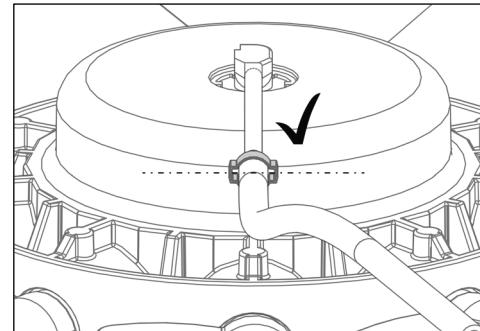

Bild 18
- 10) Placera slangklämmen enligt bilden Bild 18.